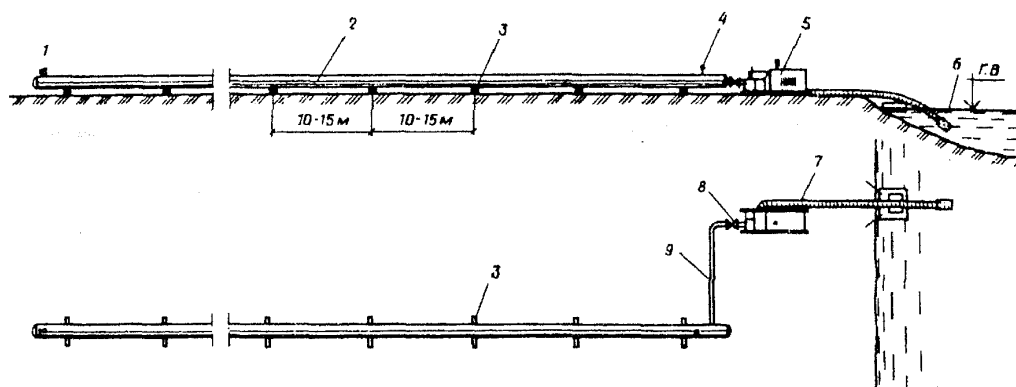

Рис. 5. Схема гидравлического испытания трубопровода
1.66.57. Нормами таблицы Н-66-02-003 предусмотрены работы по приварке на концах трубопровода заглушек, установке арматуры и приборов для испытания (патрубков, штуцеров, манометров и др.), гидравлическое испытание трубопровода с заливом его водой насосной установкой малой мощности и доведением давления до 1 МПа (10 кгс/см²) и последующим подъемом давления ручным гидравлическим прессом до 1,5 МПа (15 кгс/см²) (рис. 5). Выкладка трубопровода на монтажной площадке, очистка его от мусора, грунта и окалины, проверка исправности манометров нормами не учтены.